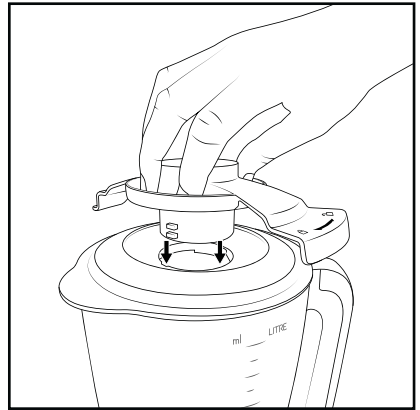

Fig. 2
- Sæt låsen til låget **14** på, så låsemekanismerne på låsen til låget **14** går gennem udskæringerne på blenderlåget **15**. Den brede flap med låsesymbolerne () skal pege mod den europæiske skala (ml/liter) (fig. 2).